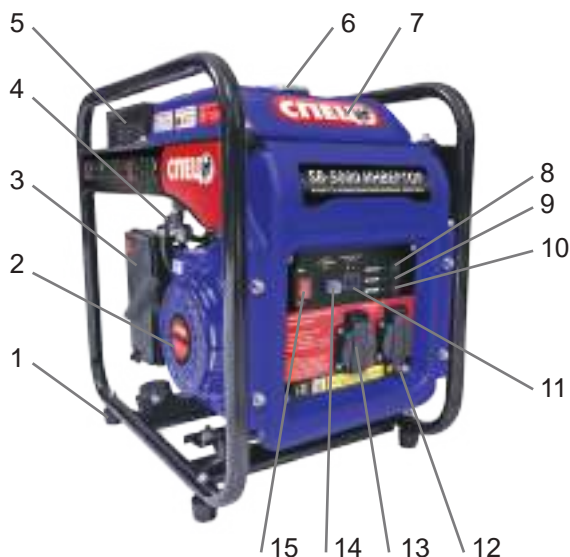

Рис.1. Общий вид SB-5000 ИНВЕРТОР
4.3. Основные элементы генератора показаны на рис.1.